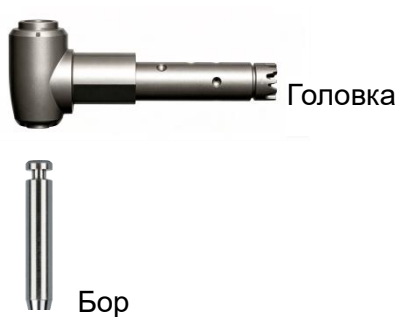

Рис. 3
- 2) Для установки бора зафиксируйте приводной механизм головки, затем вставьте бор в патрон и вращайте его до полной посадки. Если бор не извлекается вручную, значит он установлен правильно (рис. 3).